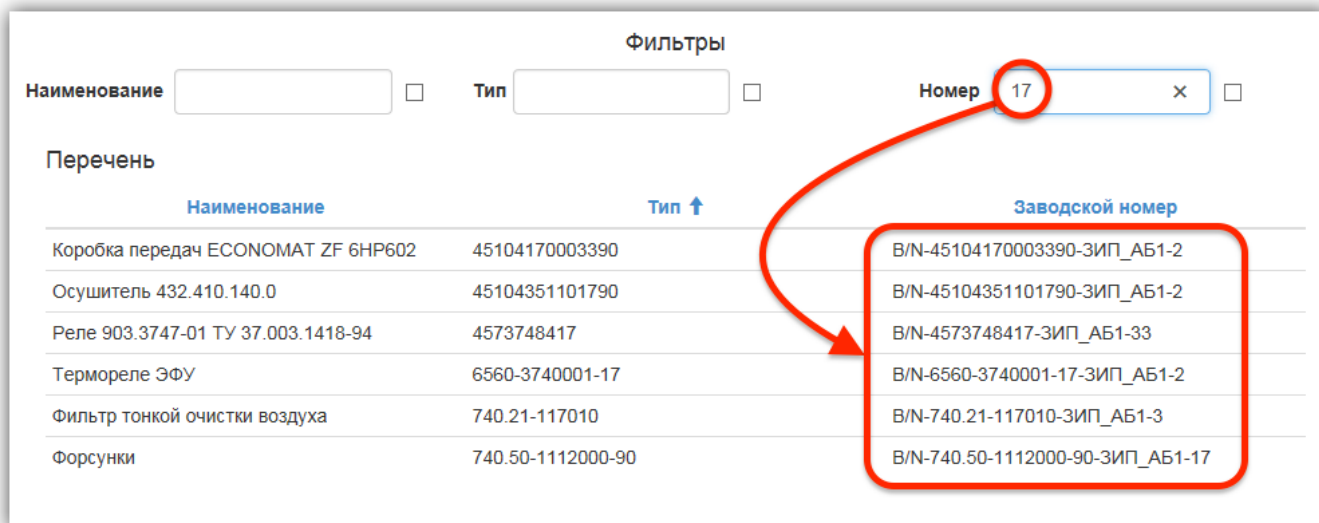

Рис. 7-8 – Перечень экземпляров компонентов в составе ЗИП с учетом заданного фильтра
4) В нижней части страницы (таблица «Перечень») выводятся экземпляры компонентов, находящиеся в выбранной организации, с учетом заданного фильтра (рис. 7-8).